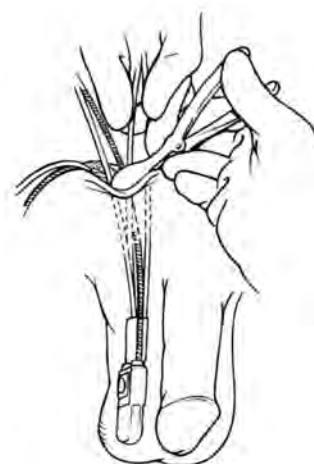

Figure 4-11. Placer la pompe dans la poche
19. Placer la pompe dans la poche scrotale, le bouton de désactivation dirigé vers l'extérieur de sorte à pouvoir être palpé. **(Figure 4-11)**